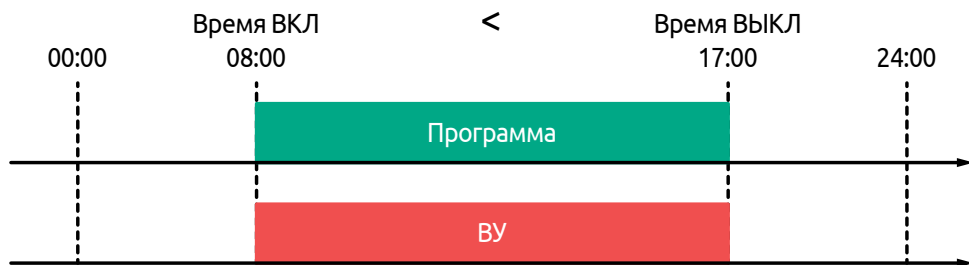

Рисунок 12 - Выполнение программы в рамках одних суток
- если **Время ВКЛ < Время ВЫКЛ**, то программа отработает включение ВУ в рамках одних суток (см. рисунок 12);
- программа будет выполняться только если **Время ВКЛ < Время ВЫКЛ** (см. рисунок 12).